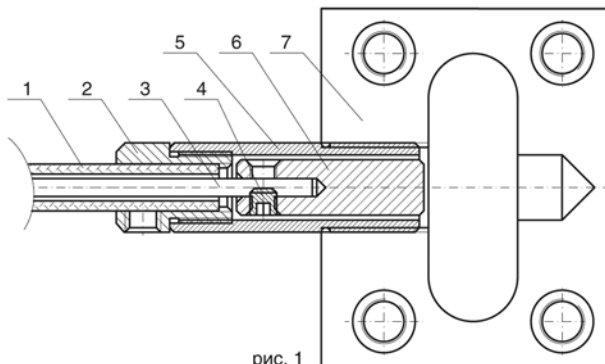

рис. 1
3. Собрать замковый механизм согласно рис. 1, при необходимости уменьшив длину оболочки приводного троса (см. рис. 7).